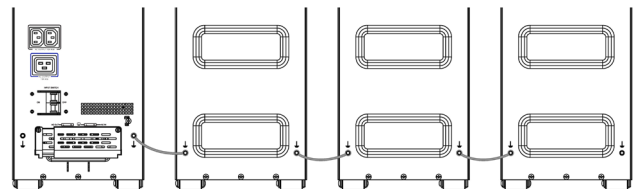

Fig. 42. Raccordement de plusieurs EBM avec liaisons de terre supplémentaires.
**2.** Des câbles de mise à la terre supplémentaires s'avèrent nécessaires (section de 10 mm2) lorsque plus de 2 EBM doivent être ajoutés (Fig. 42).